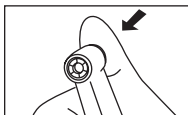

Fig. 1
(1) Fixation
- Appuyez sur le bouton poussoir pour ouvrir la pièce de serrage. (Fig.1)